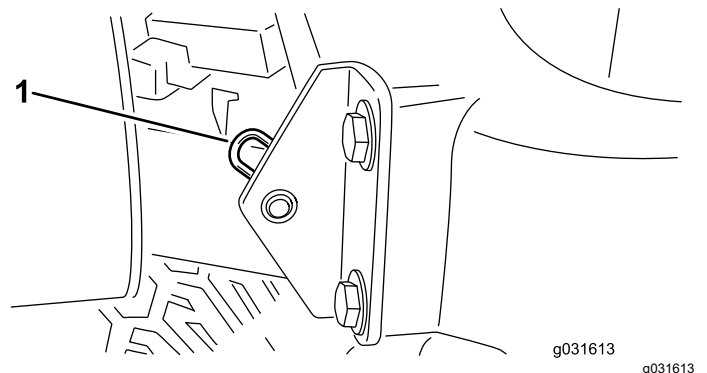

Figura 29
2. Togliete la coppiglia che fissa il perno del cofano alle staffe di montaggio (Figura 29).